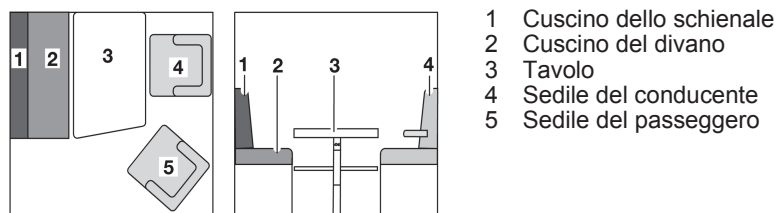

Fig. 57 Prima della trasformazione
- Ruotare il sedile del conducente (Fig. 57,4) con lo schienale verso la porta del conducente.
- Ruotare il sedile del passeggero (Fig. 57,5) con lo schienale verso la porta del passeggero.
- Trasformare il tavolo (Fig. 57,3) in struttura di supporto letto (vedi paragrafo 7.7).